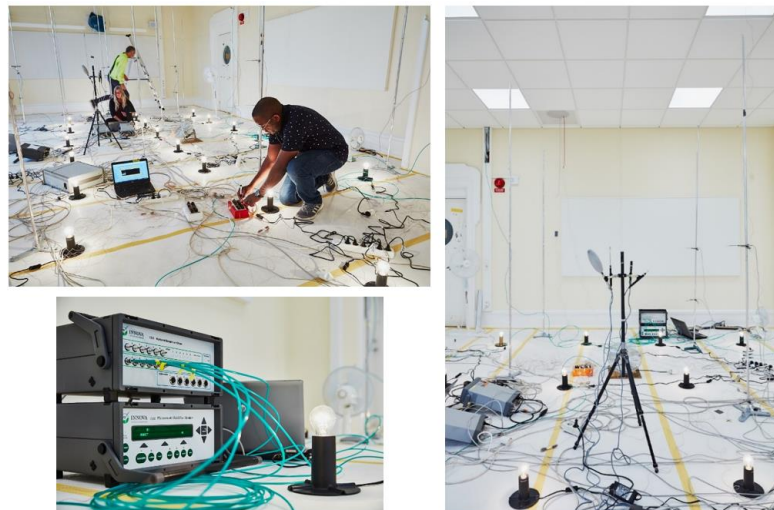

Fig.3 – Montaje para la realización de las medidas térmicas realizadas en las aulas.
**Confort térmico:** se realizaron medidas para evaluar el confort térmico de los espacios (ver Fig.3). Concretamente, en varios puntos del aula se colocaron varillas verticales, en las cuales se sujetaron, a varias alturas, tanto anemómetros como termómetros para medir la velocidad y la temperatura del aire respectivamente.